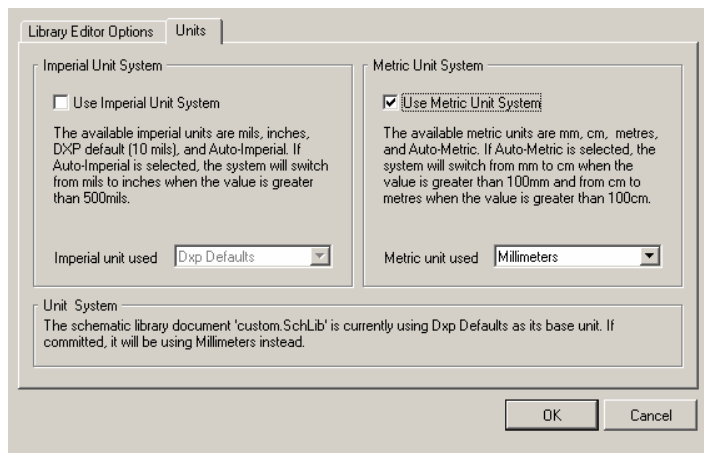

图 5.3 “Unit”选项卡
(3) 单击“Library Editor Workspace”对话框上部的“Unit”选项卡标签, 打开如图 5.3 所示的“Unit”选项卡。